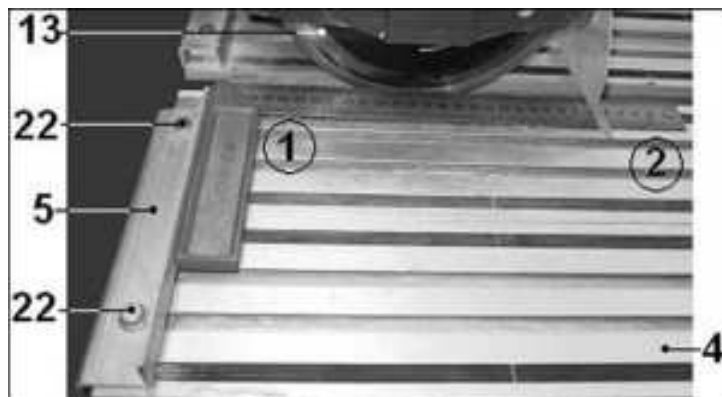

Рис. 8
#### 10.1. Регулировка угла резания (Рис. 8)
10.1.3. Как показано на Рис. 8, положите угольник на рабочий стол (4) вплотную к фронтальному упору (5). Проверьте параллельность перемещения отрезного диска (13) в точках 1 и 2. При необходимости ослабьте болты (22), произведите регулировку угла 90° фронтального упора (5) относительно отрезного диска (13). По окончании регулировки надёжно закрепите болты (22).